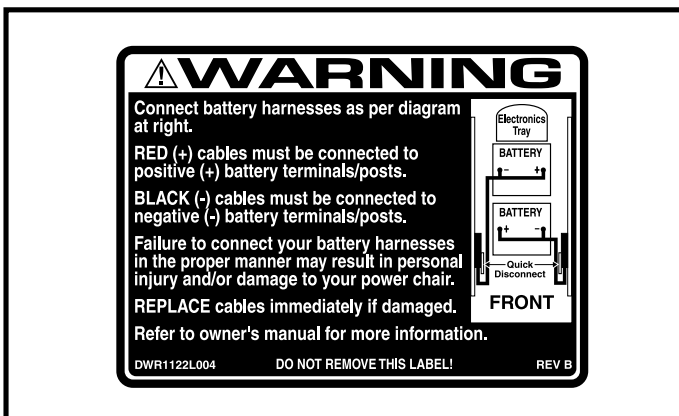

Figure 28. Diagramme autocollant branchement des batteries
Un diagramme est imprimé sur un autocollant situé sur la structure près du boîtier à batteries. Voir la figure 28.
5. Identifiez les connecteurs rapides des batteries sur la structure et débranchez-les. Voir la figure 28.
10. Rebranchez les connexions rapides des batteries en vous référant au diagramme. Voir la figure 28.